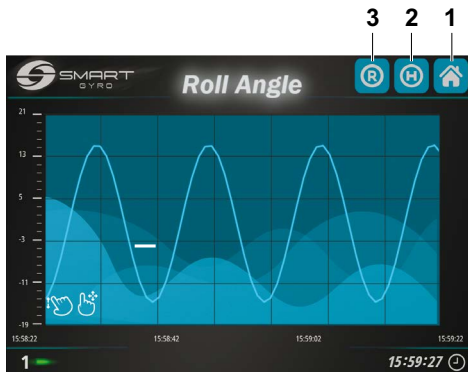

Bild 26
rullningsvinkelsidan visas på displayen (bild 26).
Genom att trycka på "R"-ikonen i det övre högra hörnet (bild 26, (3)) börjar diagrammet att visas, diagrammet rullas ut till vänster.
Genom att trycka ner "H"-ikonen (bild 26, (2)) visas på displayen de data som sparats i ikonminnet för displayen som en bakgrundsprocess.
Genom att trycka ner startside-ikonen i det övre högra hörnet (bild 26, (1)) kommer du tillbaka till startsidan.